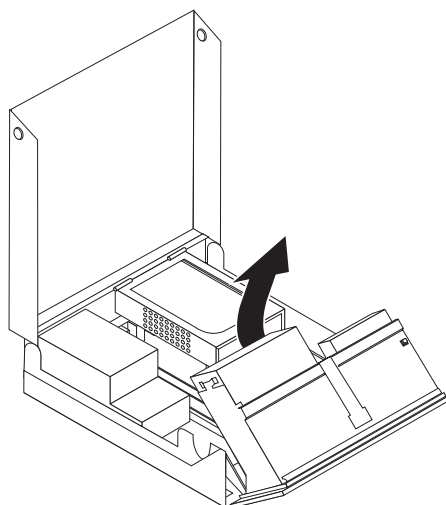

Figura 21. Accesso al dissipatore di calore
2. Ruotare l'assieme del vano unità verso l'alto per accedere al dissipatore. Consultare la sezione Figura 21.